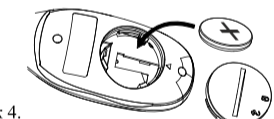

Рисунок 5.
4. Вставьте новую батарею 3.0V DC CR2032. Убедитесь, что батарея вставлена знаком «+» вверх (см. рис. 5).